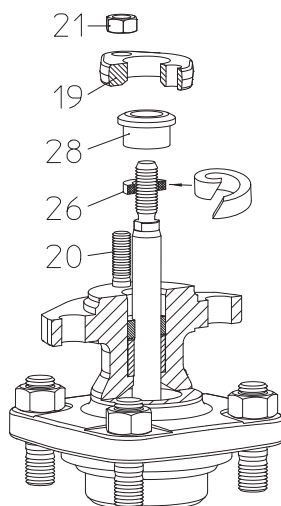
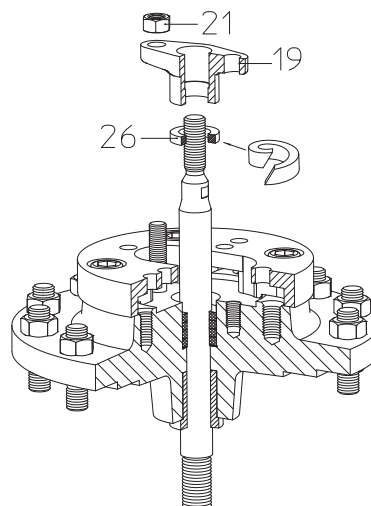

Figure 12 : Garniture de presse-étoupe
Figure 13 : Garniture de presse-étoupe
- Insérer une bague d'étanchéité (pos. 26) neuve comme décrit dans la Figure 12 ou la Figure 13